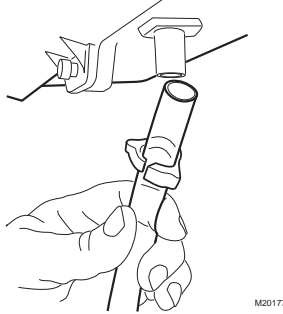

Fig. 10. Instalación de la tubería de drenaje.
4. Ejecute los siguientes pasos para instalar un tubo de drenaje de 1/2 in (13 mm) entre el humidificador y el drenaje de piso (consulte la Fig. 10).